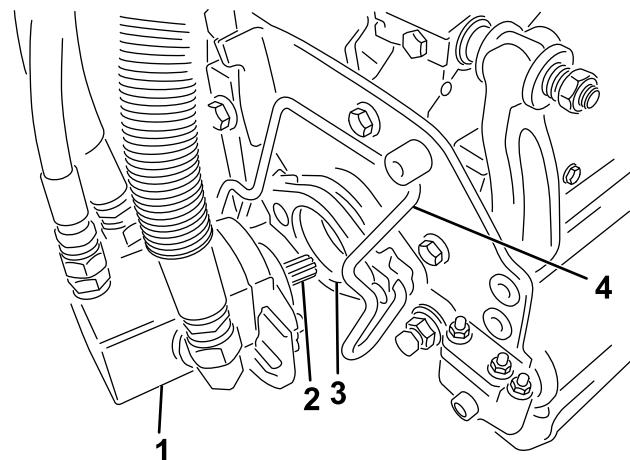

図 34
5. カッティングユニット用モータのスラインシャフトにきれいなグリスを塗りつける**図 34**。
6. モータを、カッティングユニットの左側運転席から見て取り付け、カッティングユニットについているモータ固定バーを、モータの上から被せるようにセットし、モータの左右から「カチッ」というロック音が聞こえるまで押し下げる**図 34**。